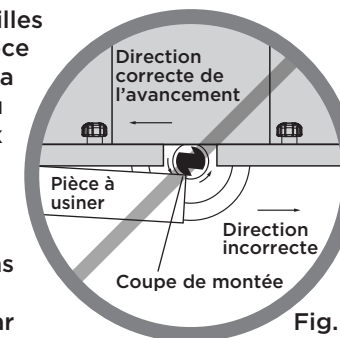

Fig. 2
- Cela provoque une coupe de montée où la pièce peut « grimper » de la table dans le sens de la rotation de la mèche, en tirant la pièce et éventuellement vos mains dans la mèche rotative (fig. 2).